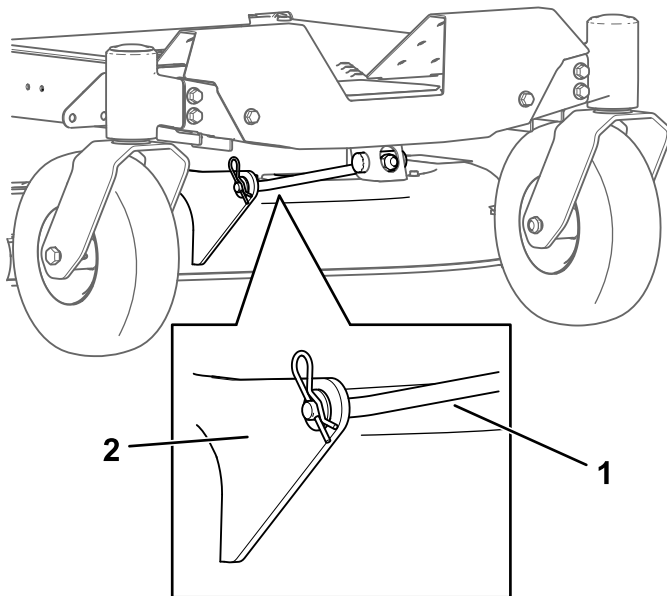

Figura 72
4. Îndepărtați tiftul în formă de agrafă de pe tija de sprijin din față și scoateți tija din suportul pentru punte (Figura 72).
- Fixați tija de sprijin față la puntea mâinii de tuns iarba cu tiftul cu cap și gaură și tiftul în formă de agrafă (Figura 72).